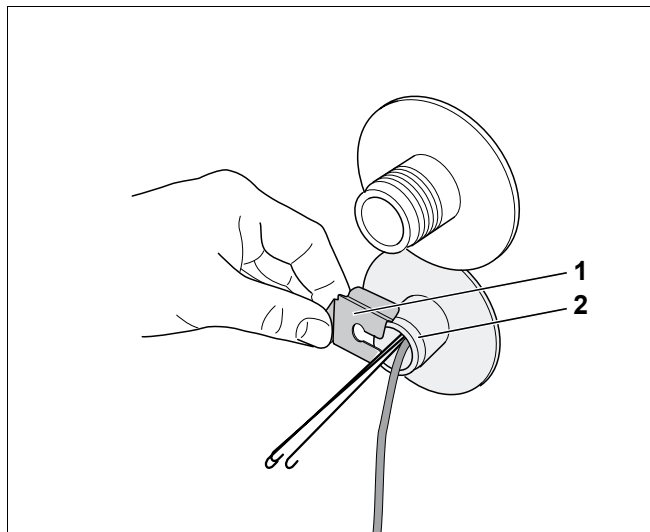

Fig. 8 Montarea siguranței senzorului
- Siguranța senzorului (Fig. 8, **Poz. 1**) se aplică din lateral pe teaca de imersie (Fig. 8, **Poz. 2**).